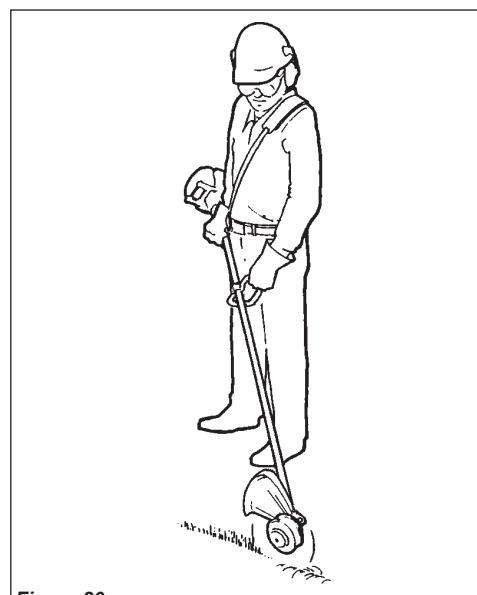

Figura 20
- Si el accesorio de corte gira mientras el motor está en marcha mínima, reduzca la marcha mínima, girando el tornillo de ajuste de marcha mínima en el sentido contrario a las agujas del reloj. Consulte la figura 20.
Incline el mango más o menos a 100° hacia la izquierda (desde la posición horizontal) y avance hacia adelante, sosteniendo la podadora verticalmente como se demuestra en Figura 20.